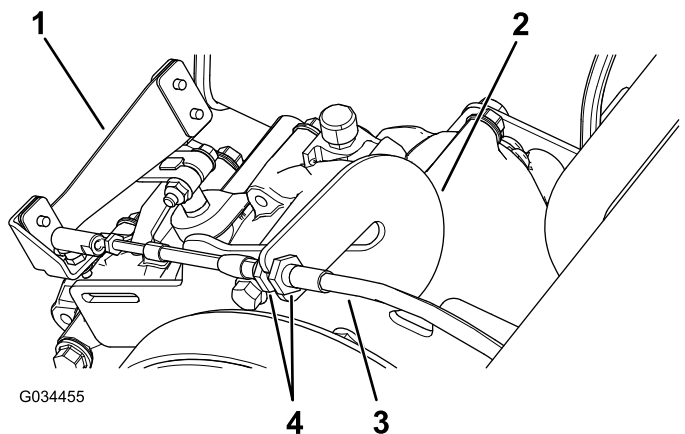

Figura 59
1. Allentate i controdadi sul cavo del cambio e regolateli come opportuno (Figura 59).
2. Testate la posizione del cambio ruotando il selettore della velocità nelle 3 diverse posizioni e verificate se la leva (Figura 59) cambia in modo opportuno tra una marcia e l'altra; fate riferimento a Leva e indicatore del cambio \(pagina 13\).